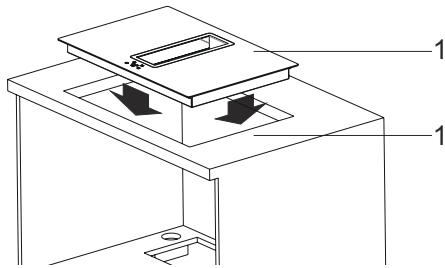

Fig. 14
4. Placér kogepladen i hullet der er skåret ud (Fig. 14).